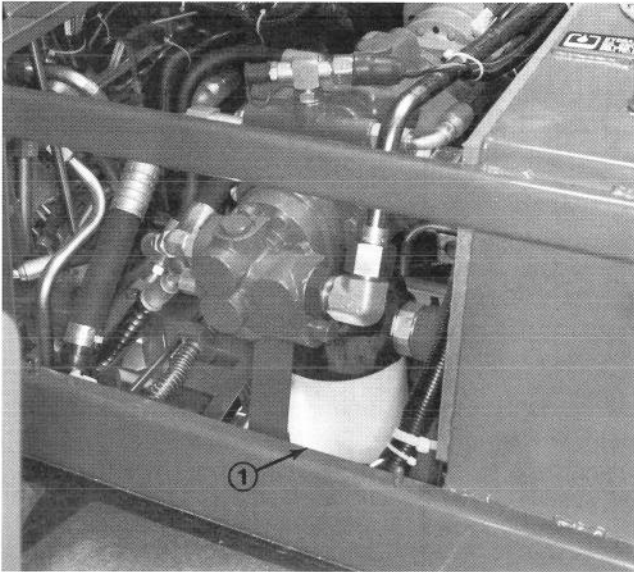

Bild 46
2. Den Bereich um den Filtersitz (Bild 46) reinigen. Eine Auffangwanne unter den Filter stellen und diesen entfernen.